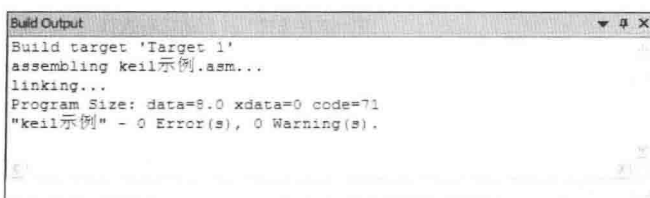

图 1-8 错误和警告信息
4) 编译项目并创建 HEX 文件 在“Target”选项卡中设置好参数后，即可对源程序进行编译。单击图标  或执行菜单命令“Project”→“Build Target”，可以编译源程序并生成应用程序。当所编译的程序有语法错误时， μ Vision4 将会在“Build Output”窗口中显示错误和警告信息，如图 1-8 所示。双击某一条信息，光标将会停留在 μ Vision4 文本编辑窗口中出现该错误或警告的源程序位置上。